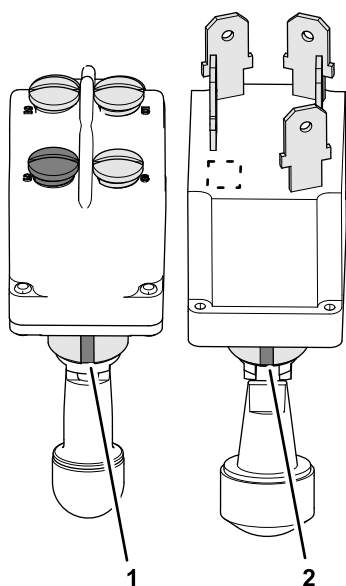

Figura 4
1. Individuate le scanalature nel vecchio e nel nuovo interruttore della PDF (Figura 4).